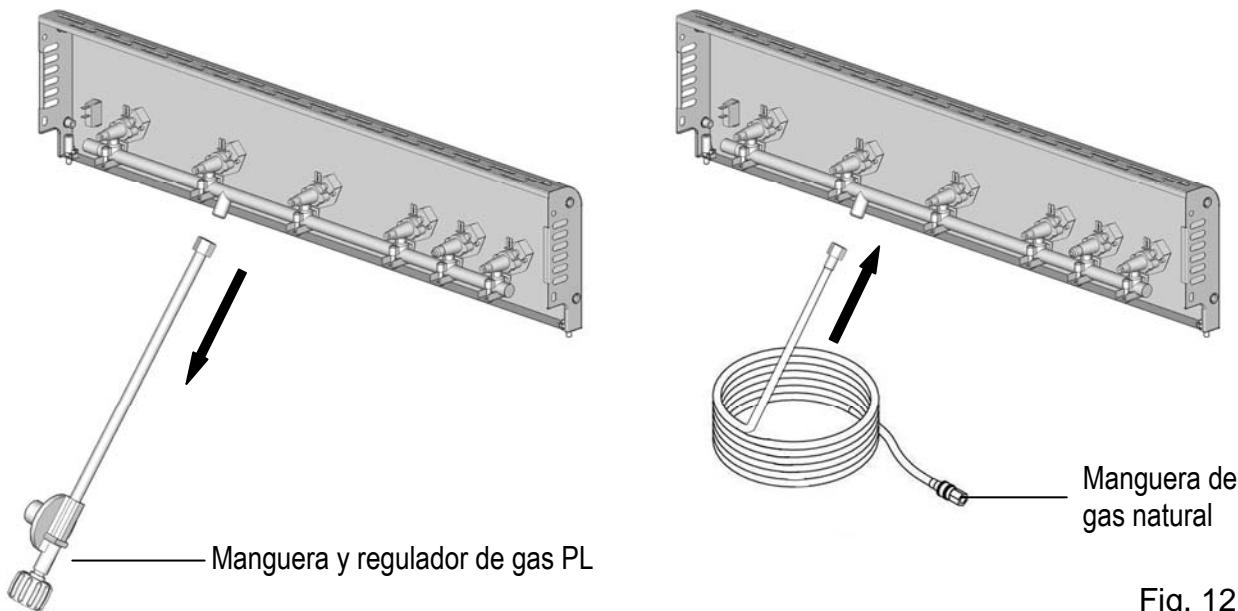

Fig. 12
- Retire la manguera y el regulador de gas PL con una llave inglesa y conecte la manguera de gas natural en su lugar. (Fig. 12)